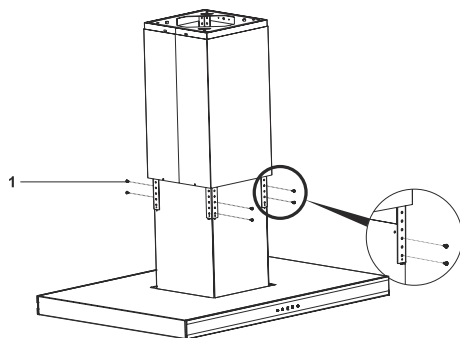

Fig. 13
1. ➤ Avlägsna den ena 3,5 x 9,5 skruv som håller fast skorstenen (Fig. 13).
2. ➤ Lyft skorstenen upp och skruva motorkassen fast till stängerna med 3,5 x 9,5 skruvar(Fig. 13/1).